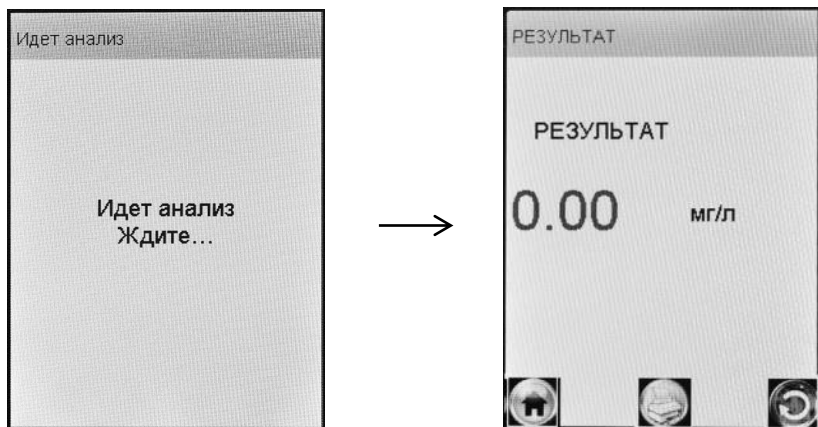

Рисунок 17 – Предьявление результата измерения
этом на экране отображается сообщение «Идет анализ Ждите...» (рисунок 17, слева).
2.8.14 После того как анализ пробы произведен, в сопровождении щелчка срабатывания заборной системы на экране предьявляется результат измерения массовой концентрации паров этанола (алкоголя) в отобранной пробе выдыхаемого воздуха (рисунок 17, справа).